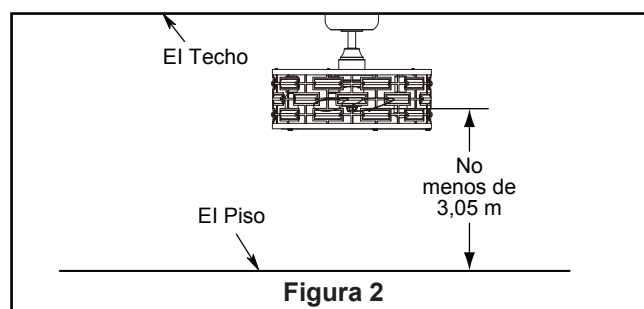

Figura 2
Uso de perfil profundo (Figura 2)
2. Retire el clip de horquilla y pasador de horquilla de la parte inferior de la bola para colgar. Retener el pasador y clip para la reinstalación en el paso 5. (Figura 2)
Debe colgar el ventilador a una distancia mínima de 3,05 m desde las aspas hasta el piso. (Figura 2)
Para evitar una posible descarga eléctrica, asegúrese de cortar la alimentación eléctrica de la caja de fusibles principal antes de alambrado el ventilador. (Figura 2)